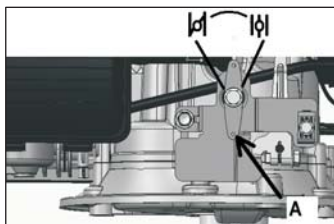

Fig. 2B A. Gashendel
b) Zet de gashendel in de chokestand . (Fig 2B)